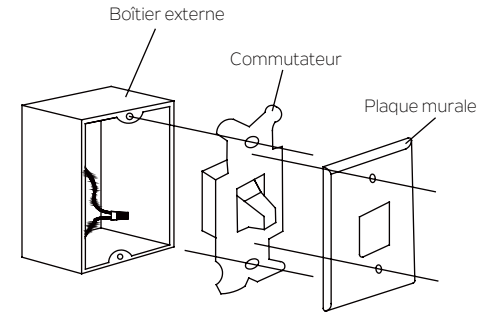

Fig. 27
Étape 1. Retirer la plaque murale existante et l'ancien interrupteur du boîtier de la prise murale. Raccorder les fils NOIR (chauds) ensemble et les repousser à l'intérieur du boîtier externe. (Fig. 27) ou sélectionner l'emplacement souhaité à l'aide d'un nouveau boîtier de prise murale.